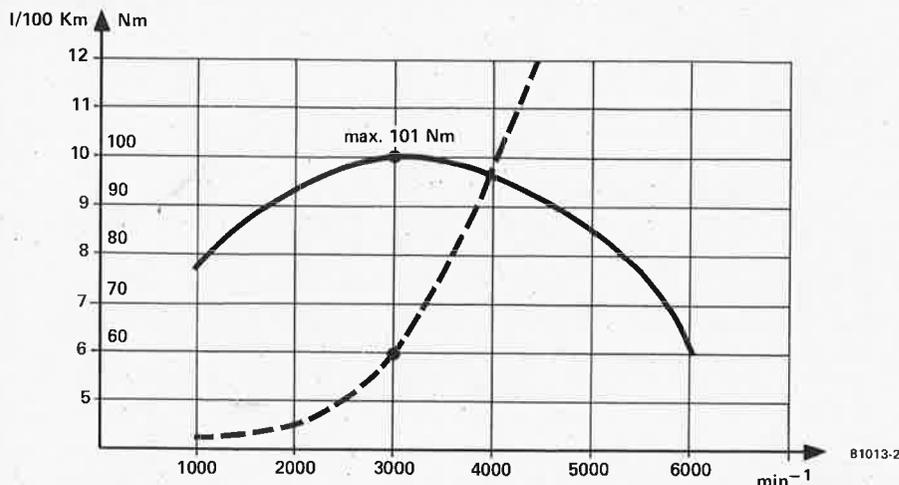

Figure 3. Corrélation entre la consommation de carburant, le couple moteur et le nombre de tours.
Figure 3. En montant ce circuit simple en série avec l'une des connexions du thermostat, on obtiendra une indication sans équivoque permettant de savoir si la chaudière est en marche ou non.
Au cas où le "clic" de commutation ne serait pas suffisamment audible, il existe une aide utile pour remédier à cela. C'est un circuit publié il y a quelque temps, dont la simplicité est appréciable. Le figure 3 montre le circuit de contrôle de marche/arrêt que l'on peut généralement placer à l'intérieur du boîtier du thermostat. L'un des fils de connexion (peu importe lequel) est interrompu, et le circuit composé des trois diodes d'une seule diode LED est connecté en série avec lui. La LED D4 sera allumée tant que l'interrupteur du thermostat sera fermé. ■
2. Nombre de tours minimal n1 et maximal n2 correspondant au couple moteur maximal. Ces deux valeurs pourront être déduites du diagramme tel que celui de la figure 3. Le constructeur, ou tout atelier agréé par celui-ci devraient pouvoir donner les renseignements utiles à ce sujet.